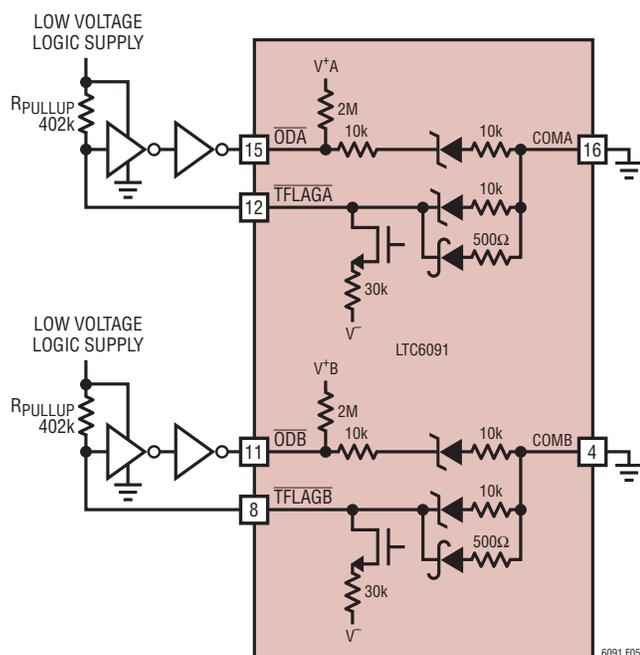

図5. 不平衡両電源または単電源、TFLAGピンを使用した
- COMピンが接地されていて、 V^- 電源がグランドから $0\text{V} \sim -3\text{V}$ の範囲内にある場合、図5に示すように、ロジック・バッファを使用して、 \overline{ODA} または \overline{ODB} を強制的にロジック“L”にする必要があります。図5のプルアップ抵抗(R_{PULLUP})には、ロジック・バッファのロジック“L”を保証するために十分大きい抵抗を選択する必要があります。ほとんどのCMOSには、 $40\text{k}\Omega$ 以上のプルアップ抵抗が必要です。代わりに、COMAとCOMBの両方をフロート状態にする場合、ロジック・バッファは不要です。COMがフロート状態の場合、適切なサーマル・シャットダウン動作を実現するために、各チャンネルの \overline{OD} を単純に \overline{TFLAG} に直接接続できます。